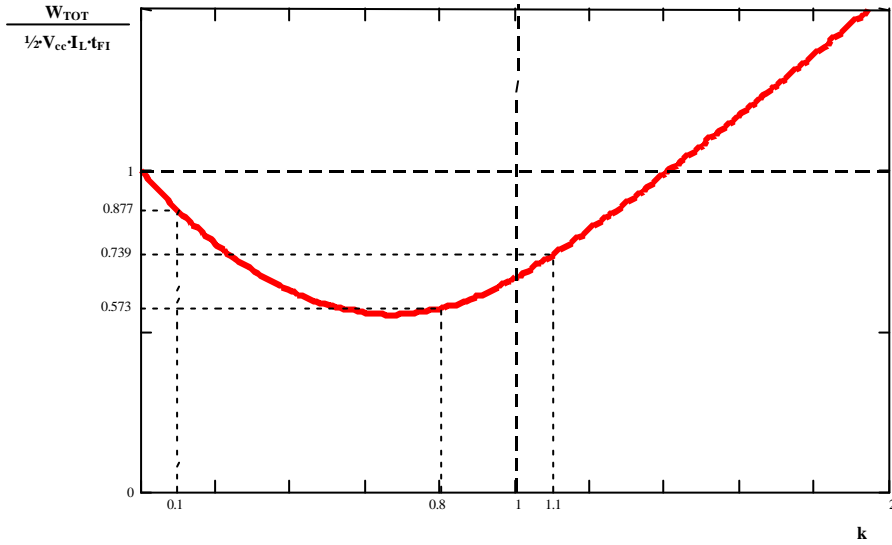

FIGURA P2
- Con la ayuda de la Figura P2, calcular la potencia que se disipa ahora durante el apagado del transistor.